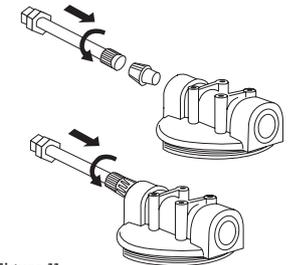

Figura 11.
5. Enrosca el conector de entrada al reductor de 1/2" y éste a la tapa (ver Figura 11).